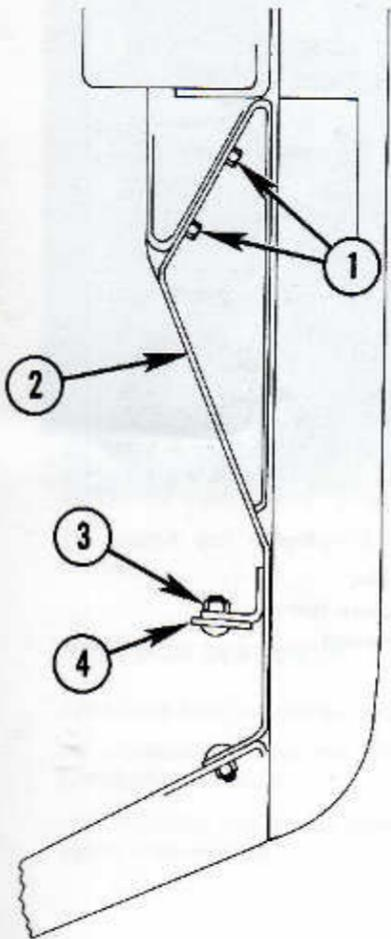

Fig. 7
Fixer les plaques d'obturation droite et gauche 2 (fig. 7) avec trois vis  $5/16'' \times 5/8''$  (22,2 mm) (1).